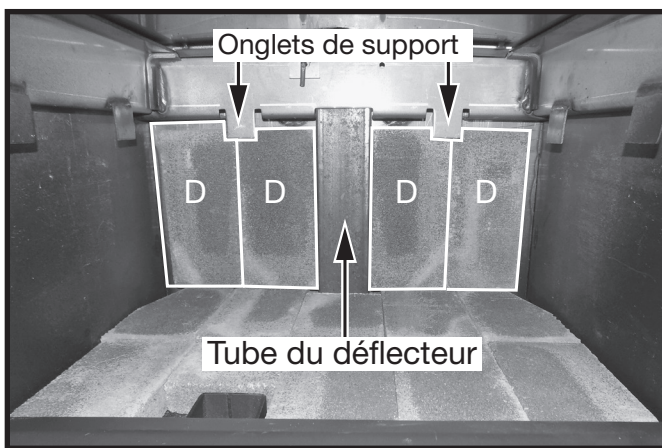

Figure 12: Briques murales arrière.
- Glissez 4 briques «D» derrière les deux languettes de rail en saillie le long de la paroi arrière (Figure 12). Éliminer les espaces entre les briques en déplaçant les briques vers le tube déflecteur.